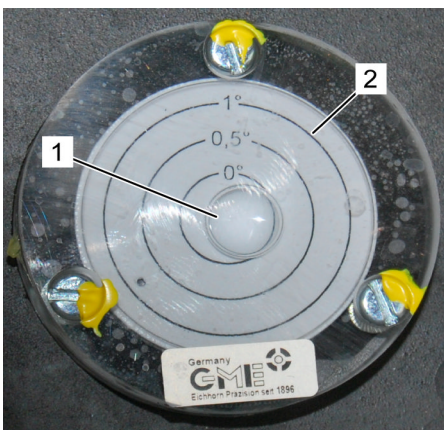

Fig. 53: Niveau
5. → Contrôler l'alignement avec le niveau (Voir la Fig. 53) (N° de réf. 4001/0298). La bulle (Voir la Fig. 53/1) du niveau doit se trouver dans le cercle 1° (Voir la Fig. 53/2).